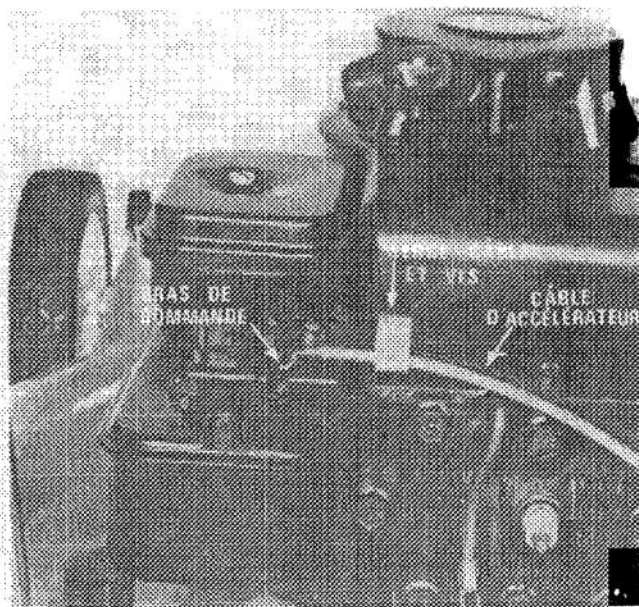

Figure 28
3. Desserrez la vis du serre-câble jusqu'à ce que le câble d'accélérateur puisse glisser librement (Fig. 28).
4. Déplacez le bras de commande du carburateur vers la droite jusqu'à ce qu'il vienne en contact avec le support de connexion à la masse (Fig. 28). Tirez le câble d'accélérateur légèrement pour enlever tout le jeu et serrez la vis du serre-câble pour bloquer l'ajustement en place.